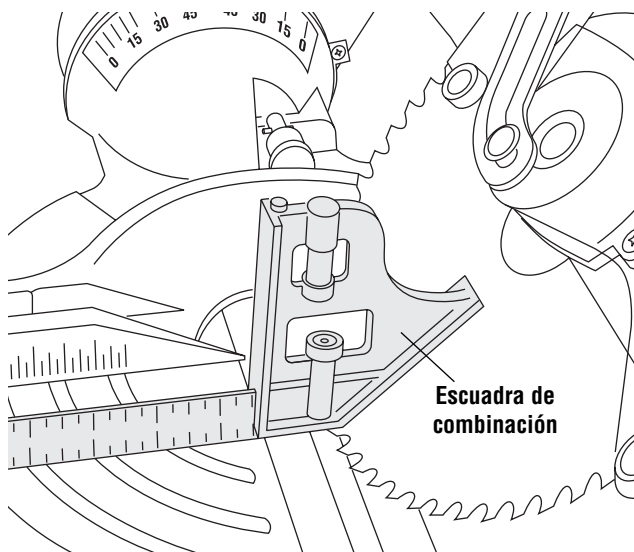

Figura 1. Tope de bisel de 45° a la derecha
6. Utilice una escuadra de combinación para comprobar la hoja en el tope de 45°. Coloque la cabeza de la escuadra de combinación sobre la mesa y presione su superficie de 45° contra la hoja. Si la hoja no hace contacto con toda la longitud de la escuadra (Figura 1), siga el procedimiento de calibración.
3. Posicione la escuadra de combinación con la superficie de 45° contra la hoja (Figura 1).